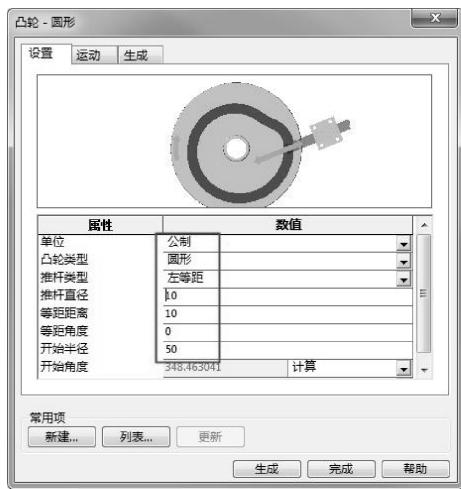

图 5-92 设置第一个选项卡中参数
- 03 首先设置第一个选项卡中参数，如图 5-92 所示。